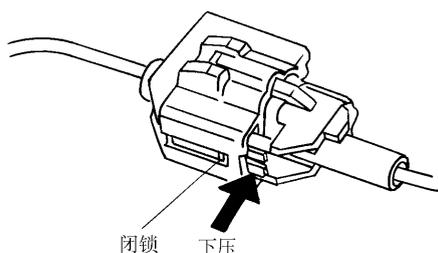
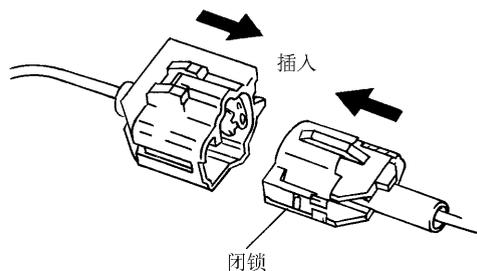

图 1-6 断开连接器
图 1-7 插入连接器
(1) 在维修燃油喷射系统之前,要断开蓄电池负极(-)端电缆。但从蓄电池上取下负极(-)端电缆时,保存在计算机中的故障码将被删去。因此在拆下蓄电池负极(-)之前,应先查询诊断结果(故障码)。
(2) 在维修燃油喷射系统时，不要吸烟或在明火附近进行检修。汽油应远离橡胶或皮革零件。
(3) 当清洗发动机室时，要特别小心，以防止电气系统沾水。
(4) 在卸下 EFI 导线连接器及接线端子等之前，应先将点火开关转至“OFF”（断开）位置上或卸开蓄电池负极（-）端电缆（在卸下蓄电池负极（-）端电缆之前，一定要检查故障码）以切断电源。
(5) 安装蓄电池时，应特别小心不要将正（+）、负（-）极电缆接错。
(6) 在拆卸或安装 EFI 系统零件时，要防止零件受到剧烈撞击，所有的 EFI 零件均要小心操作，特别是 ECU。
(7) 查找故障时切勿粗心大意，因为 EFI 系统中晶体管电路非常多，只要轻轻触及端子就会造成许多故障。
(8) 千万不要打开 ECU 罩，因为 ECU 在使用过程中发生故障的可能性极小，即使 ECU 发生故障，非专业人员也无法维修，打开 ECU 罩盖也无济于事。
(9) 在下雨天对 EFI 系统进行故障检查时，要防止水溅到 EFI 系统中，同样，清洗发动机室时也要防止 EFI 系统零件和导线连接器沾水。因为电子控制系统中的许多零部件是非常怕水的，一旦进水，不是造成系统短路，就是导致 EFI 系统中的部件性能发生变化，从而造成 EFI 系统发生故障。
(10) EFI 系统的零件应成套更换。
(11) 拔出和插入导线连接器时应当十分小心。拔出时，要拉住连接器，松开锁夹，再拔下导线连接器，绝对禁止用手拉住导线硬拽，否则会导致端子损坏，如图 1-6 所示，插入时要完全插入连接器并检查其是否锁住，如图 1-7 所示。